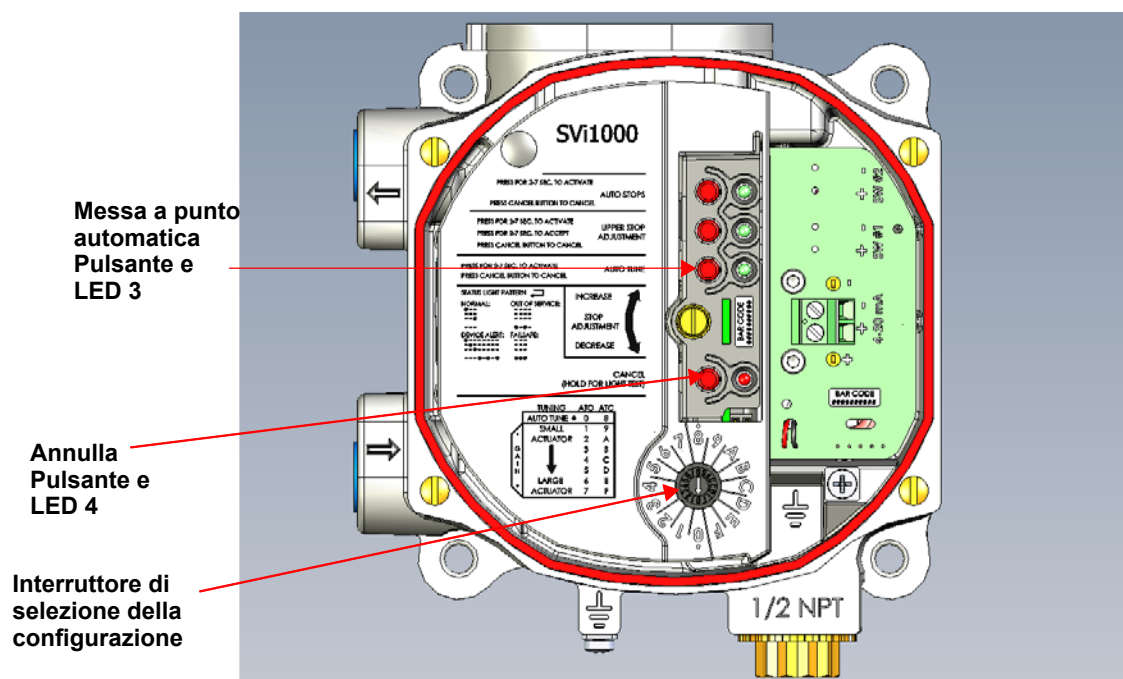

Figura 29 - Interruttore di selezione della configurazione
1. Impostare l'*Interruttore di selettore di configurazione* sul parametro di messa a punto automatica (Figura 29):